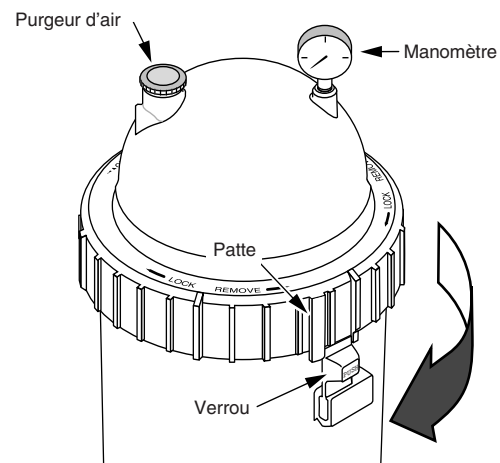

Figure 3 – Tourner la bague Posi-Ring™ jusqu'à ce que la patte se verrouille derrière le verrou de sécurité.
1. Verrouiller en toute sécurité en place la bague Posi-Ring™ en la tournant à DROITE, jusqu'à ce que l'on entende un « dé clic », au-delà du verrou de sécurité (se reporter à la Figure 3). Arrêter de tourner la bague dès que l'on entend un dé clic au-delà du verrou. Il se peut que la bague semble être légèrement desserrée, mais elle se serrera dès que la pompe fonctionnera et dès que le filtre sera mis sous pression.
2. Poser le manomètre et le purgeur d'air sur le couvercle du corps du filtre (se reporter à la Figure 3).
- C. Tourner la bague Posi-Ring™ à droite jusqu'à ce qu'elle se verrouille, derrière le verrou de sécurité (se reporter à la Figure 3).